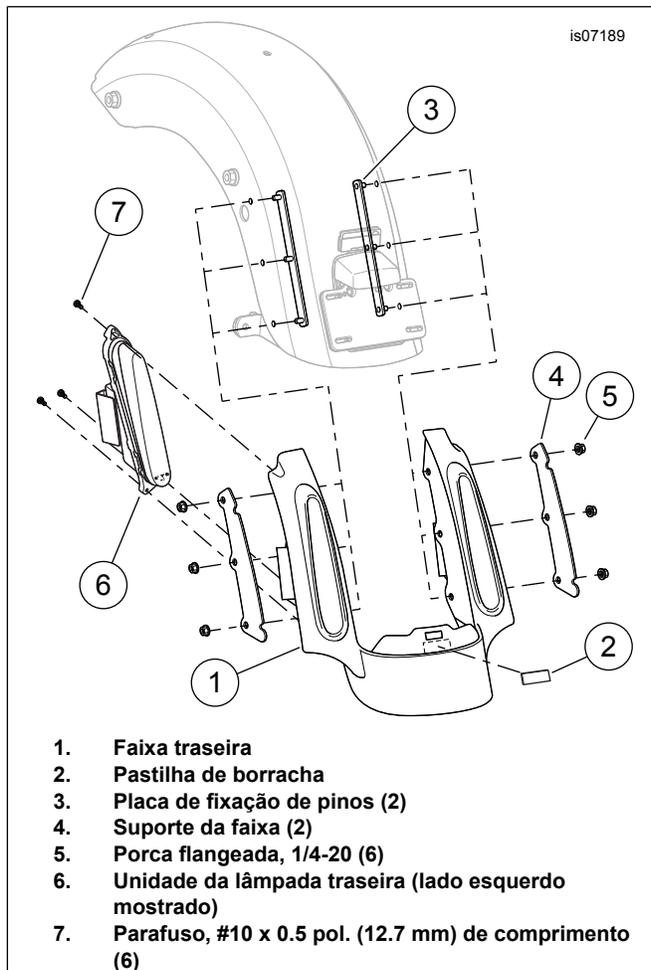

Figura 4. Instalação da faixa traseira
4. Ver a Figura 4. Remover o revestimento do suporte adesivo de patilha de borracha de 44,5 x 19 x 1,6 mm (x pol.) (2).
5. Posicionar a patilha no centro da faixa (1), logo abaixo da ranhura conforme mostrado, e pressionar firmemente no lugar.
8. Inserir os três pinos de uma placa de fixação de pinos (3), por baixo do guarda-lamas, através dos orifícios deste e da faixa de um lado.
10. Instalar frouxamente as três porcas flangeadas (5) nas roscas dos pinos.